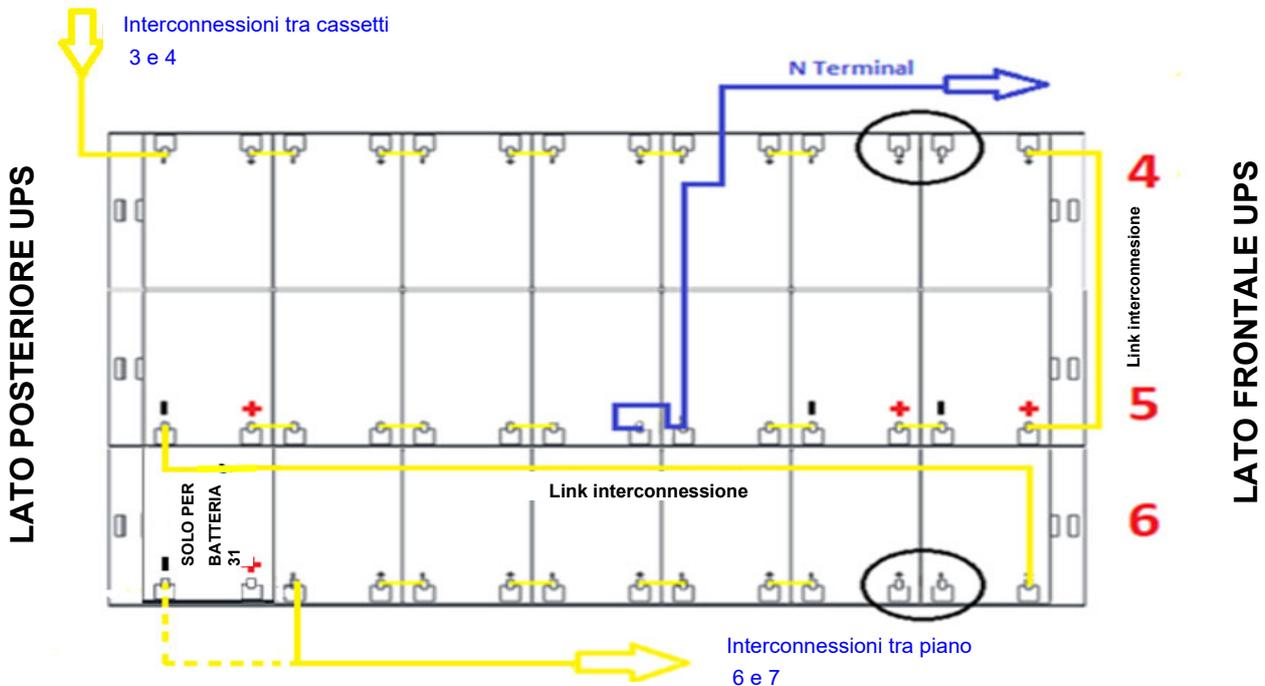

Figura 36 - Vista dall'alto Piano N°2 con connessioni batterie
8) Cablare il piano n°2 come indicato nella figura 36. **Lasciare scollegati i ponticelli cerchiati.**